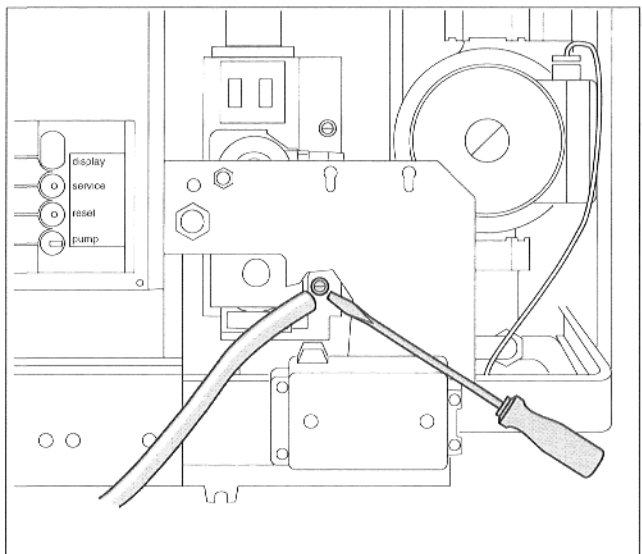

Abb. 14 Gaszuleitung entlüften
- Verschlußschraube des Prüfnippels für Anschlußdruck und Entlüftung etwas herausdrehen und Schlauch aufstecken (Abb. 14). Das ausströmende Gas über den Schlauch ins Freie führen. Entweicht keine Luft mehr, Schlauch abziehen und Verschlußschraube wieder schließen.